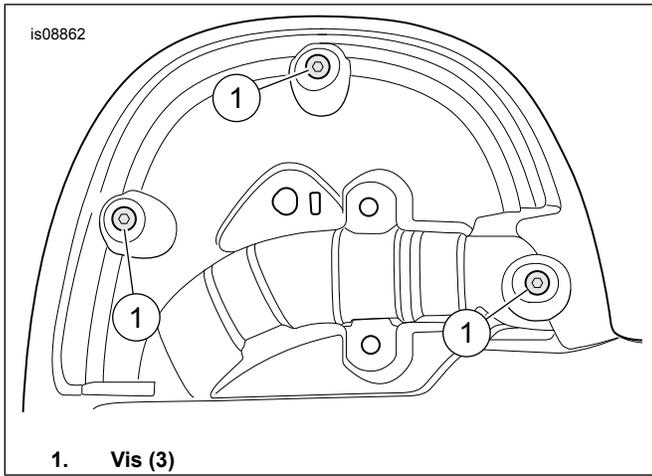

Figure 8. Vis arrière
9. Voir la Figure 8. **À partir de l'arrière** : Installer les vis de l'enceinte (1). Serrer.